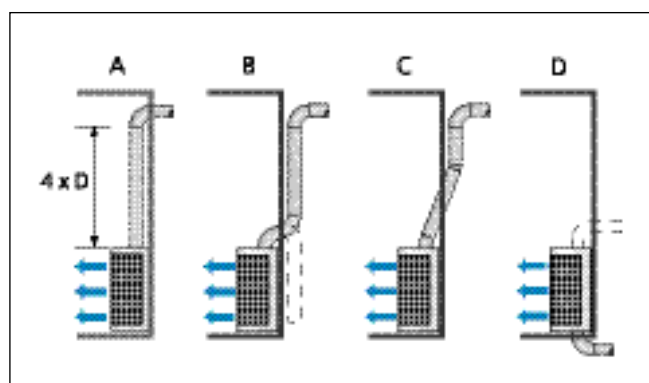

Рис. 3. Пример влияния на уровень шума различных вариантов присоединения воздуховода к диффузору. См. таблицу
- Уровень шума на диаграммах относится к помещению с эквивалентной 150 м² площадью звукопоглощения и на расстоянии 2 м от диффузора при прямом воздуховоде без помех, см. рис. 3.